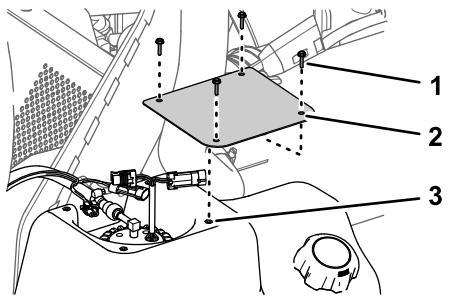

Figure 77
- Fixez le couvercle sur le réservoir (Figure 77) à l'aide des 4 vis (nº 10 x 3/4") retirées à l'opération 2 de Dépose du couvercle de la pompe à carburant (page 64).